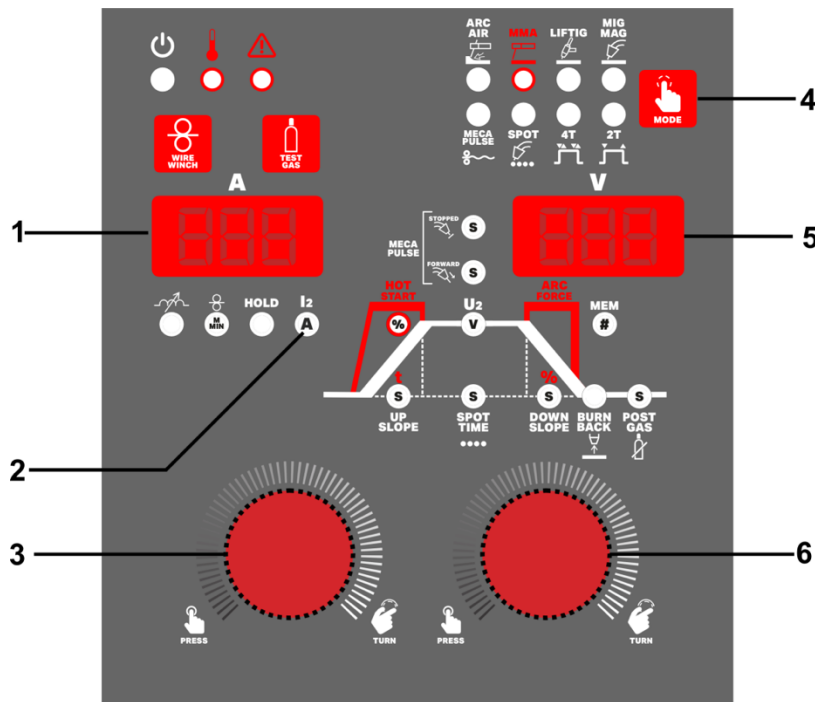

Fig.11
- Seleccionar modo de soldadura TIG con modo de antorcha a 2 Tiempos (cuando encendidos los LEDs TIG y 2T), con modo de antorcha a 4 Tiempos (cuando encendidos los LEDs TIG y 4T) o con modo SPOT (cuando encendidos los LEDs TIG y SPOT) en el selector de modo 4 (Fig.11).
* 2T – Cuando el gatillo de la antorcha (Torch trigger) es presionado, el gas comienza a fluir hasta que el soldador efectúe la ignición por LIFTIG (ver Fig.11) y el arco se establece. La corriente sube de acuerdo con el tiempo UPSLOPE para el valor ajustado de I_2 . Cuando el gatillo de la antorcha es liberado, la corriente disminuye de acuerdo con el valor ajustado de DOWNSLOPE, el arco se apaga y el tiempo POST GAS comienza.
** 4T - Cuando el gatillo de la antorcha (Torch trigger) es presionado, el gas comienza a fluir hasta que el soldador efectúe la ignición por LIFTIG (ver Fig.11) y el arco se establece. Se puede, liberar el gatillo. La corriente sube de acuerdo con el tiempo UPSLOPE para el valor ajustado de I_2 . Cuando el gatillo de la antorcha es presionado, la corriente disminuye de acuerdo con el tiempo ajustado de DOWNSLOPE, el arco se apaga y el tiempo POST GAS comienza.